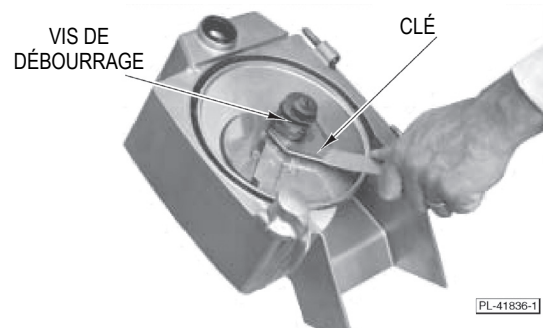

Fig. 6
4. Retirez la vis de déburrage en la tournant dans le sens horaire à l'aide de la clé (fig. 6).